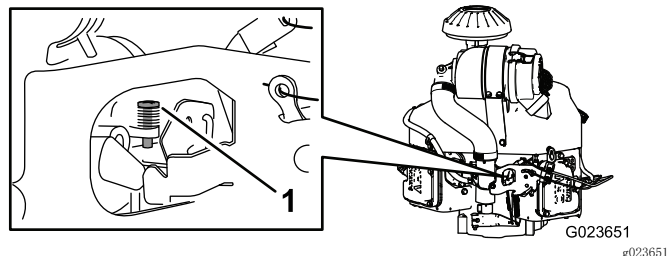

图67
4. 调节化油器上的限位螺丝（图67）、使怠速速度达到 1350~1550rpm。